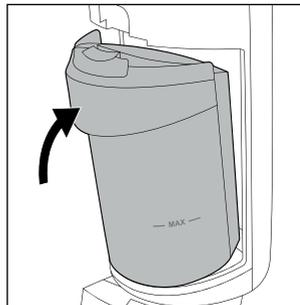

Rys. 28
- ◆ Po wyschnięciu wszystkich elementów włóż filtr zanieczyszczeń **10** ponownie do pokrywy zbiornika na brudną wodę **9** (patrz rys. 28).